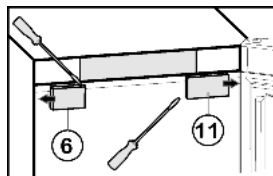

Fig. 5
- ▶ Снятие крышки со стороны ручки Fig. 5 (6): справа выведите из фиксатора при помощи плоской отвёртки и сдвиньте наружу.
- ▶ Снятие крышки со стороны шарнира Fig. 5 (11): слева выведите из фиксатора при помощи плоской отвёртки и сдвиньте наружу.
- ▶ Установите крышку *Fig. 5 (6)* снаружи со стороны шарнира с поворотом на 180° и защелкните ее.
- ▶ Установите крышку *Fig. 5 (11)* снаружи со стороны шарнира с поворотом на 180° и защелкните ее.